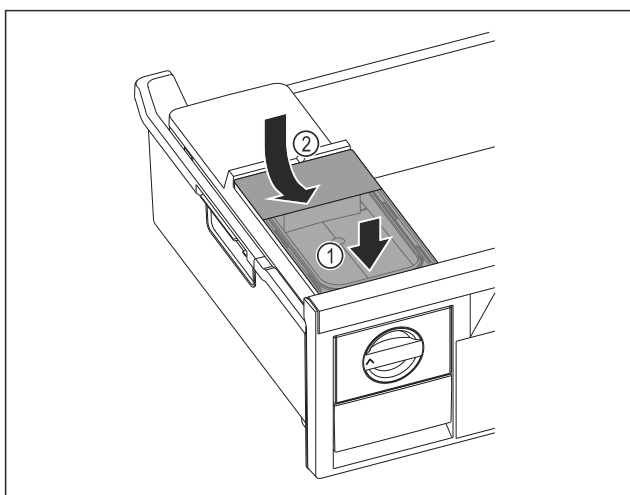

Fig. 99
- ▶ Nasadte vpředu nádržku na vodu. Fig. 99 (1)
- ▶ Spusťte nádržku na vodu vzadu dolů. Fig. 99 (2)